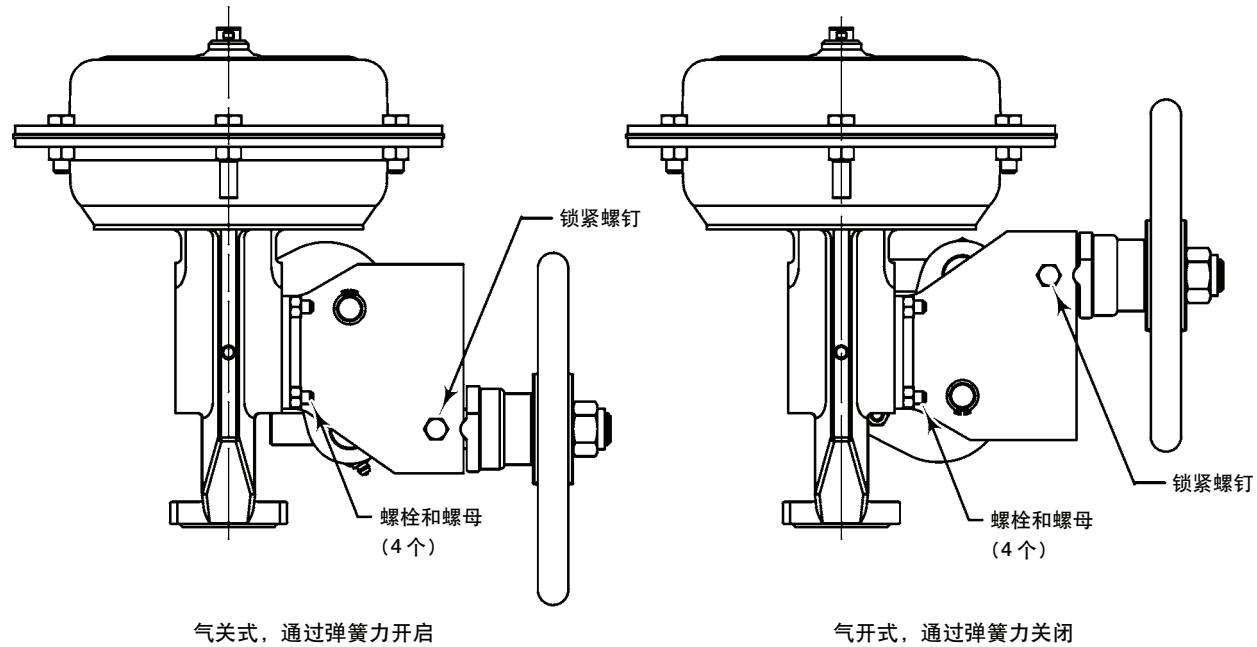

图5. GX 手轮组件
当阀门正常操作不需要手轮动作时，手轮壳体侧设有一个锁紧螺钉（见图 5）用于将杠杆锁定在阀杆连接器运行路径之外。
- 用四个螺栓和螺母将手轮装在 GX 的安装平板上，如图 5 所示。上紧力矩为  $24 \text{ N} \cdot \text{m}$  ( $18 \text{ lbf} \cdot \text{ft}$ )。